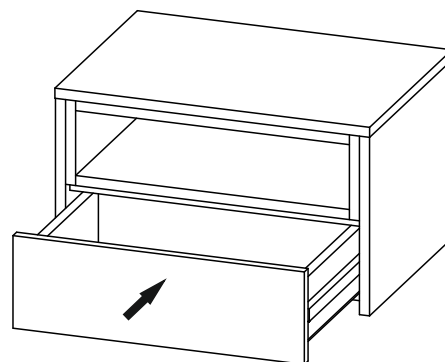

рис. 4
15. Установить в тумбу ящик (рис. 4)